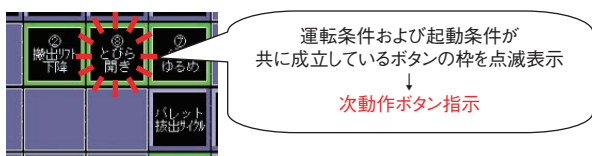

図5 操作ガイダンス
2) 操作ガイダンス機能では、異常時の次動作ボタンが指示されるようになっている。これにより、機械停止での復帰動作をスムーズに行うことが可能となっている (図 5)。